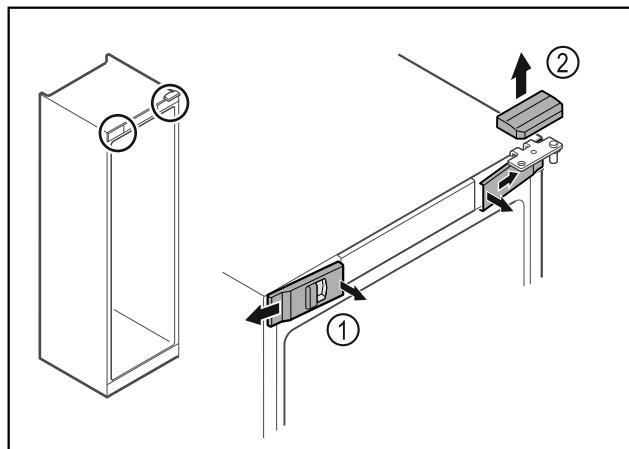

Fig. 14
- Nxirri nga foleja kapakët mbulues të përparmë Fig. 14 (1) në pjesën e brendshme dhe hiqni nga anash.
- Hiqni kapakun mbulues të sipërmi Fig. 14 (2) duke e ngritur lart.